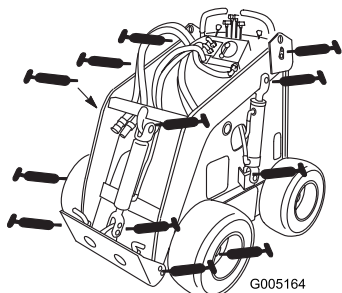
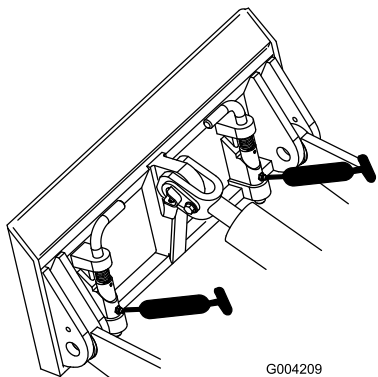

Figure 15
Figure 16
3. Raccordez une pompe à graisse à chaque graisseur (Figure 15 et Figure 16).